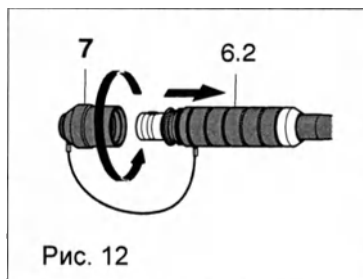

Рис. 12
- ◇ Накрутить предохранительный колпачок (7) на штекер камеры (6.2) (рис. 12).